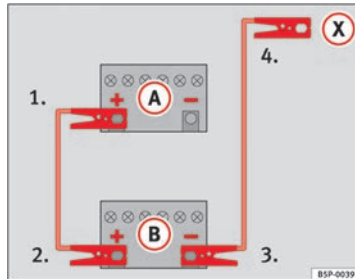

Abb. 244 Anschluss-schemata für Fahrzeuge ohne Start-Stopp-System.
- Klemmen Sie ein Ende des **roten** Starthilfekabels an den Pluspol (+) des Fahrzeugs mit der entladenen Fahrzeugbatterie (A) an ⇒ Abb. 244.
- Klemmen Sie das andere Ende des **roten** Starthilfekabels an den Pluspol (+) des stromgebenden Fahrzeugs (B) an.
- Klemmen Sie ein Ende des **schwarzen** Starthilfekabels an den Minuspol (-) des stromgebenden Fahrzeugs (B) ⇒ Abb. 244.
- Klemmen Sie das andere Ende des **schwarzen** Starthilfekabels (X) im Fahrzeug mit der entladenen Batterie an ein mit dem Motorblock verschraubtes massives Metallteil oder an den Motorblock selbst, aber an einer weit von der Batterie (A) entfernten Stelle an. ▶